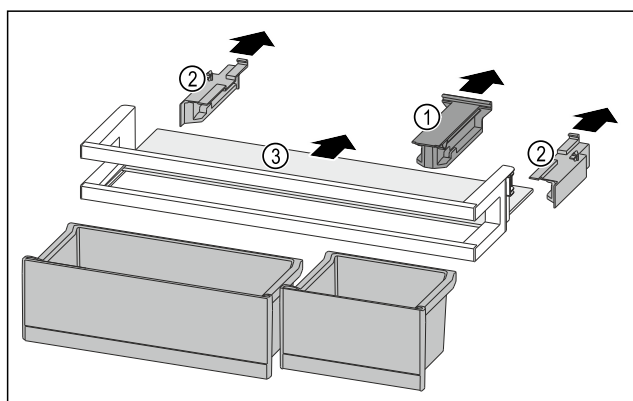

Fig. 119
- ▶ Tõmmake hoideosa Fig. 119 (1) maha.
- ▶ Tõmmake küljeosad Fig. 119 (2) maha.
- ▶ Võtke riiul Fig. 119 (3) välja.